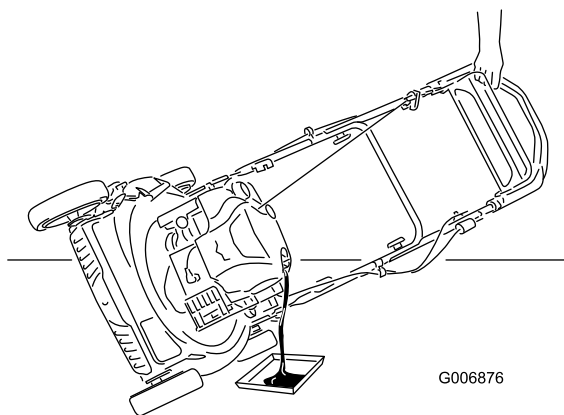

Figure 30
3. Inclinez la tondeuse sur le côté (filtre à air vers le haut) pour vidanger l'huile usagée par le goulot de remplissage (Figure 30).